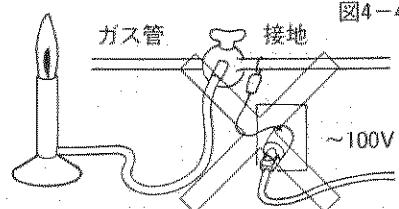

図4-4
- ★ガス管をアースとして絶対に使用しないでください。爆発を起こすことがあります。(図4-4)
- ④ 電源スイッチをONにします。